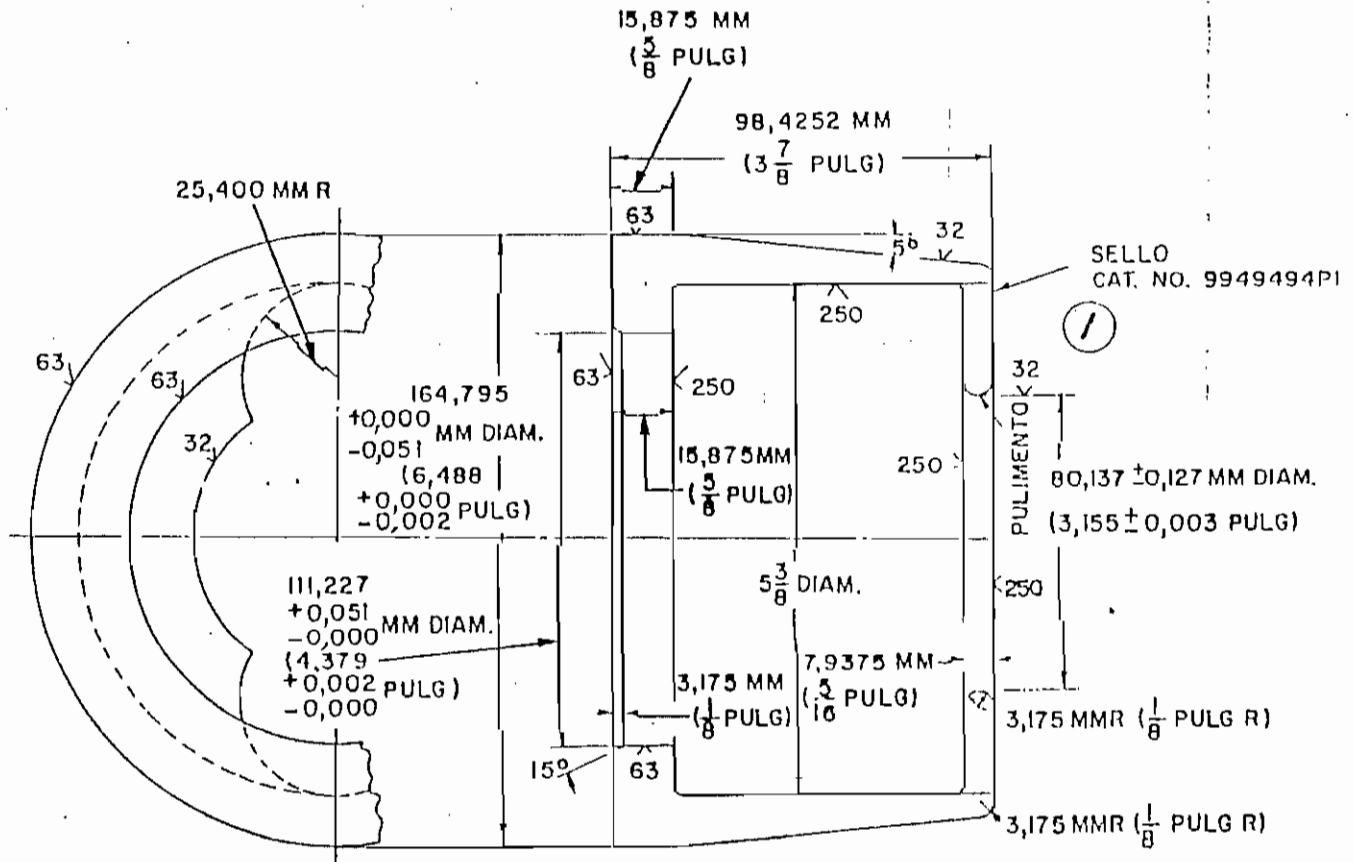

Fig. 44. Guía del cojinete de rodillos (extremo del piñón)
9. Instélese el piloto del cojinete, Cat. 994949PI, en el árbol, contra la carrera interior del cojinete. Véase la Fig. 44 para obtener las dimensiones de la manga piloto.